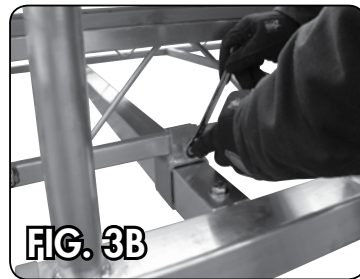
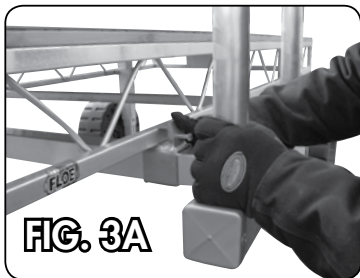

FIG. 3B
FIG. 3A
3. ONCE IN POSITION WITH THE MARK YOU MADE IN STEP 1, SLIDE THE LOCK AROUND THE RAIL AS SHOWN IN **FIGURE 3A** AND TIGHTEN AS SHOWN IN **FIGURE 3B**. **CAUTION: TIGHTEN ONLY TO SNUG - DO NOT OVERTIGHTEN.**